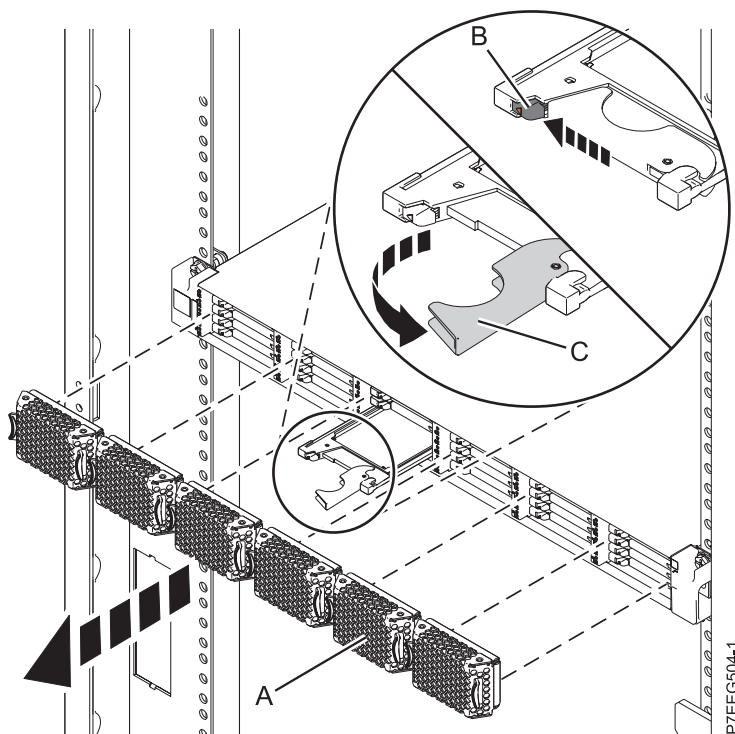

Figura 34. Extracció de la unitat d'estat sòlid des de Allotjament d'emmagatzematge EDR1 PCIe
1. Aixequiu la tapa bisellada (A) que cobreix la ranura que conté la unitat d'estat sòlid.
4. Quan el LED d'identificació d'unitat d'estat sòlid es torni sòlid, desplaçeu el pestell d'alliberació (B) amb compte per tal de desbloquejar la nansa de la unitat. Consulteu Figura 34 a la pàgina 52.
5. Agafeu la nansa (C) i feu sortir parcialment la unitat de la ranura.